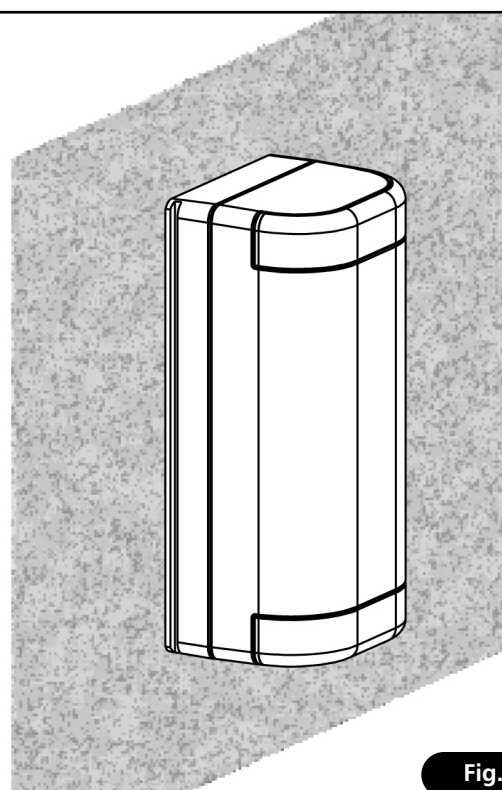

Fig. 2
1. Définir les points prévus pour l'installation, en tenant compte qu'il est nécessaire de fixer le clignotant sur une surface linéaire et plate et que le dispositif peut être installé uniquement en position verticale (Fig.2)
- Bepaal de punten voor de installatie rekening houdend met het feit dat het knipperlicht op een rechtlijnig en vlak oppervlak bevestigd moet worden. Het apparaat kan uitsluitend verticaal geïnstalleerd worden (Afb. 2)